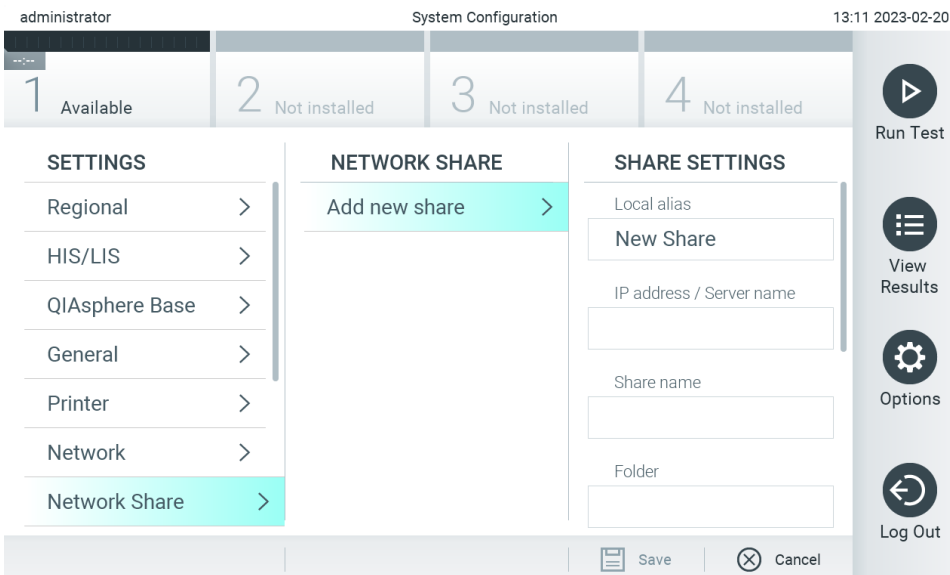

Abbildung 68. Hinzufügen einer Netzwerkfreigabe.
6. Drücken Sie auf die Schaltfläche Add new share (Neue Freigabe hinzufügen) (Abbildung 68).